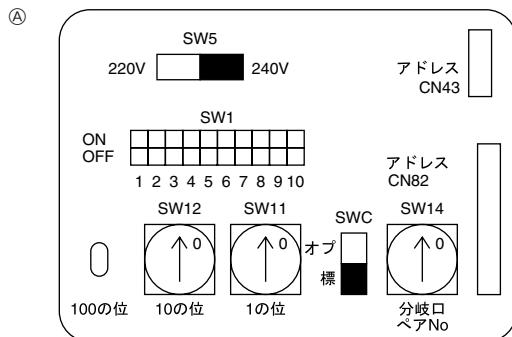

Fig. 4-4
4.3. Adressen einsetzen (Fig. 4-4)